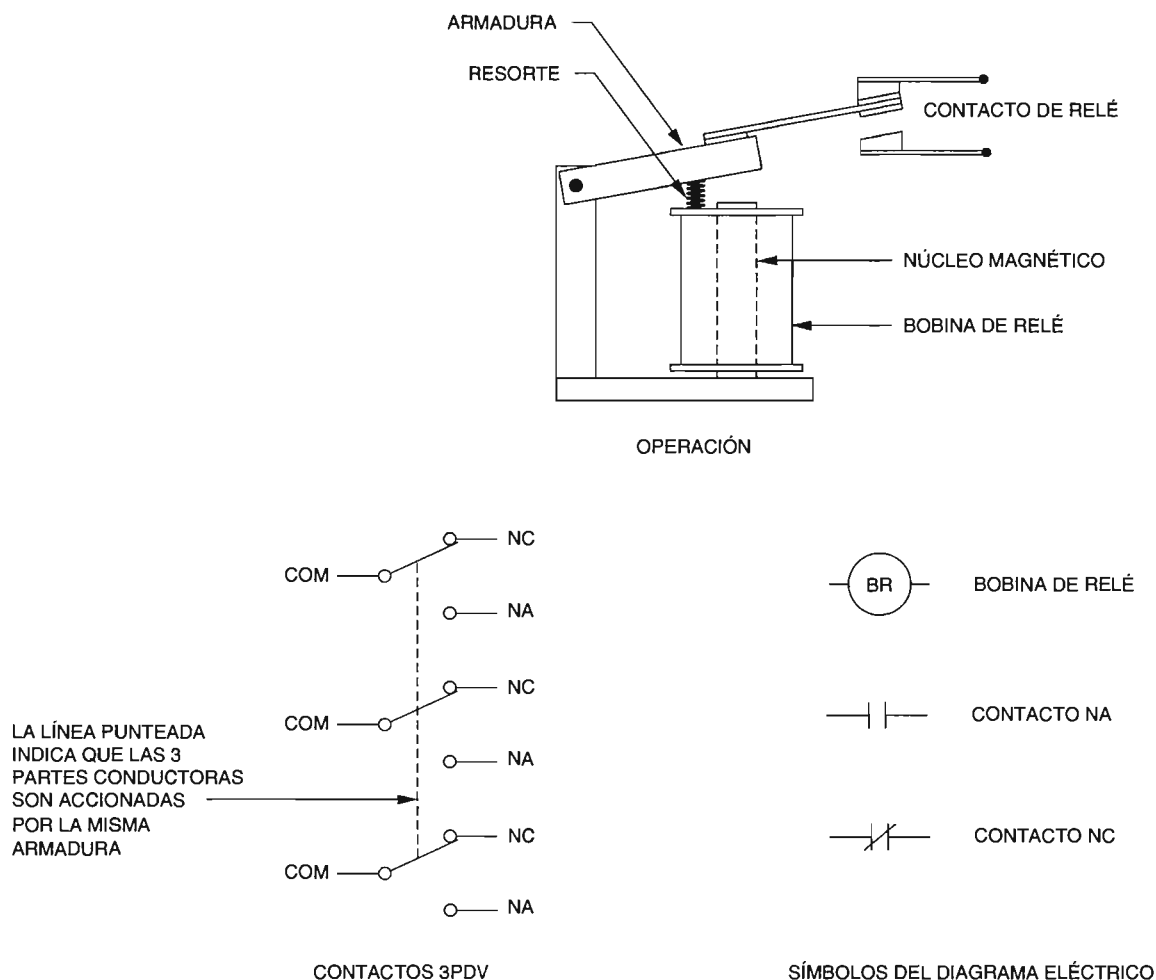

Figura 2-8. Relés de control de tripolares de dos vías.
Los relés de control electromecánico son utilizados para realizar funciones lógicas complejas. Como se muestra en la figura 2-8, constan de una bobina de relé, un núcleo magnético, una armadura y uno o más juegos de contactos normalmente abiertos (NA) y normalmente cerrados (NC). Cuando la corriente fluye a través de la bobina de relé, el núcleo magnético y la armadura se atraen entre sí, originando que la armadura se mueva hacia el núcleo. Esto cambia los contactos de relé al estado activado. Los contactos NA se cierran, mientras que los contactos se abren. Cuando la corriente es removida de la bobina de relé, la armadura es regresada a su posición original por un resorte, el cual regresa los contactos de relé a su estado normal.